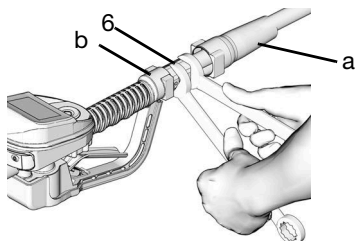

图 9
2. 将旋转套 (a) 在软管上向后滑动，小头先进入旋转接头 (6)（图 9）。
3. 在软管接头的外螺纹上涂一层螺纹密封剂。将软管接头 (b) 拧入计量分配阀旋转接头 (6)。用两个扳手拧紧（图 9）。